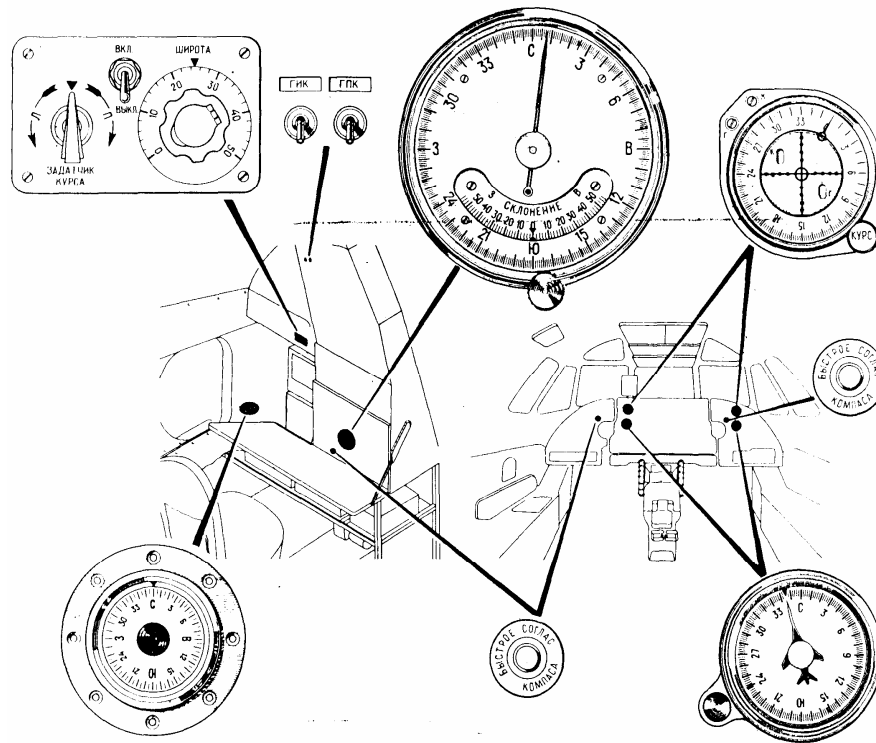

Рис. 8.11.2. Расположение органов управления ГИК и ГПК в кабине экипажа.
- включить выключатель ГИК (рис. 8.11.2);